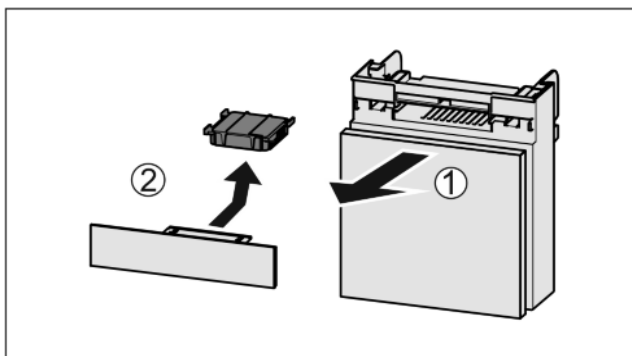

Fig. 41
- ▶ Вытянуть Fig. 41 (1) отделение движением вперед.
- ▶ Извлечение Fig. 41 (2) фильтра с активированным углем.